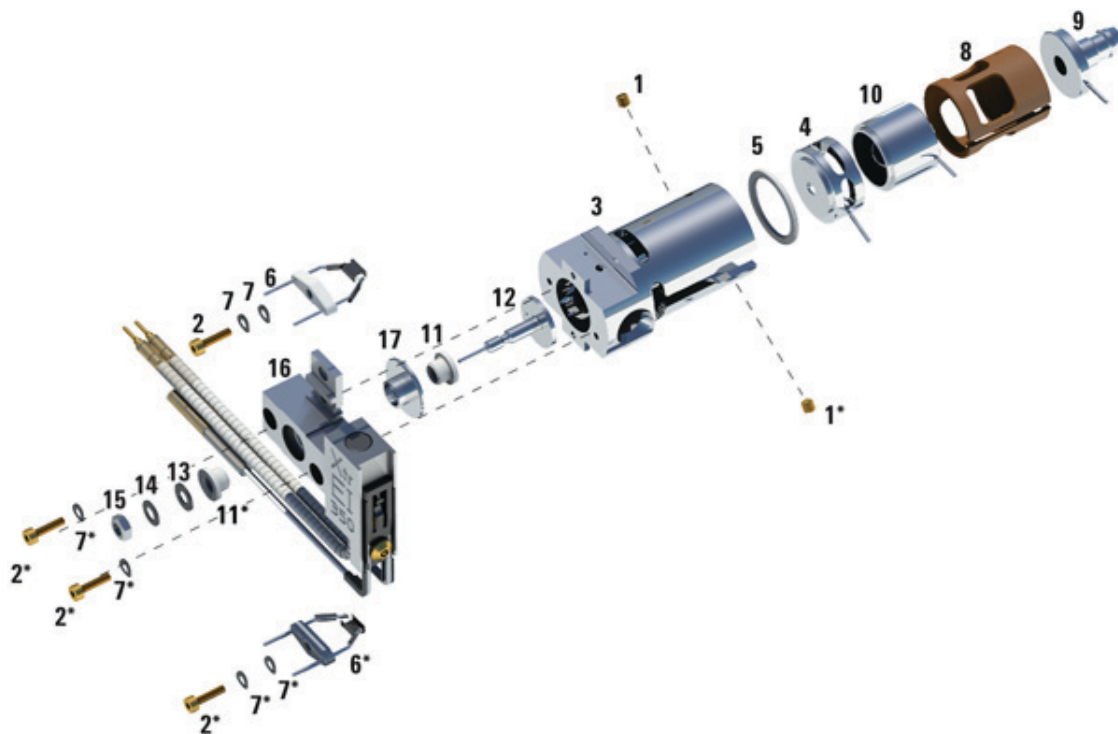

Abbildung 68. Montieren der EI-XTR-Quelle
Schlagen Sie unter der Explosionsansicht der Teile **Abbildung 68** und in der EI-XTR-Teileliste **Tabelle 23** auf Seite 230 nach, während Sie dieses Verfahren verwenden.
- 3 Setzen Sie Eingangslinse und Ionenfokussierlinse in angegebener Reihenfolge (**Abbildung 68** auf Seite 229) in den Isolator ein.
**Tabelle 23 Teileliste der EI-XTR-Quelle (Abbildung 68)**